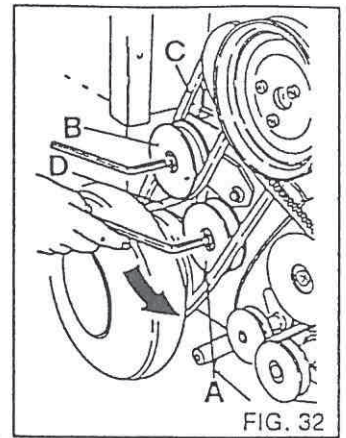

FIG. 32
- 2) Riemenscheiben A und B lösen (Fig. 32).